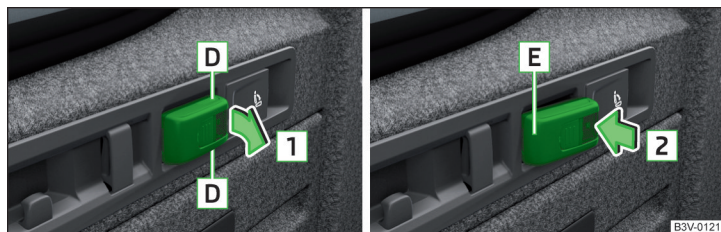

Fig. 157 Retirar la lámpara / Introducir la lámpara
- » Para **retirar** la lámpara en la zona **D** y pivótela en el sentido de la flecha **1** » fig. 157.
- » Para **colocar**, colocar primero la lámpara con la parte trasera **E** en el soporte » fig. 157 y luego presionar la lámpara en sentido de la flecha **2**, hasta que se escuche el sonido de encaje.